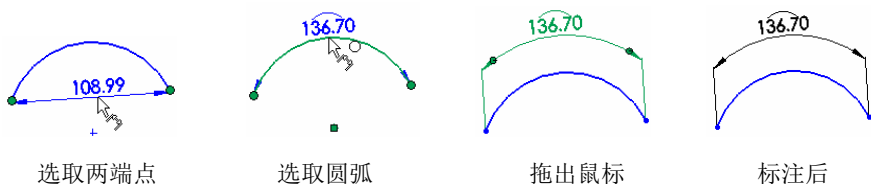

图 3-15 圆弧弧长的标注过程
- 标注圆弧的弧长：标注圆弧弧长的方式是，依次选取圆弧的两个端点与圆弧，在“修改”对话框中输入要标注的弧长值，然后单击放置标注的位置即可。如图3-15